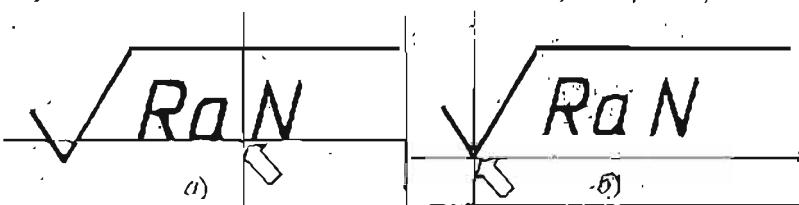

Рис. 11.31. Указание точки вставки: а) атрибута, б) блока
Укажите на экране точку вставки атрибута относительно знака и обозначения параметра шероховатости (рис. 11.31, а).
После создания атрибута необходимо создавать блок. Для этого нажмите кнопку **Make block (Создать блок)** на панели инструментов **Draw** (Рисование). Вследствие вызова команды открывается диалоговое окно (см. рис. 9.29). В текстовом поле списка **Name (Имя)** введите имя создаваемого блока, например, «Ra». В качестве точки вставки созданного блока в чертеж укажите вершину нижнего излома знака (рис. 11.31, б). В качестве объектов для блока выберите все, что приведено на рис. 11.31. Не забудьте выбрать атрибут (N).